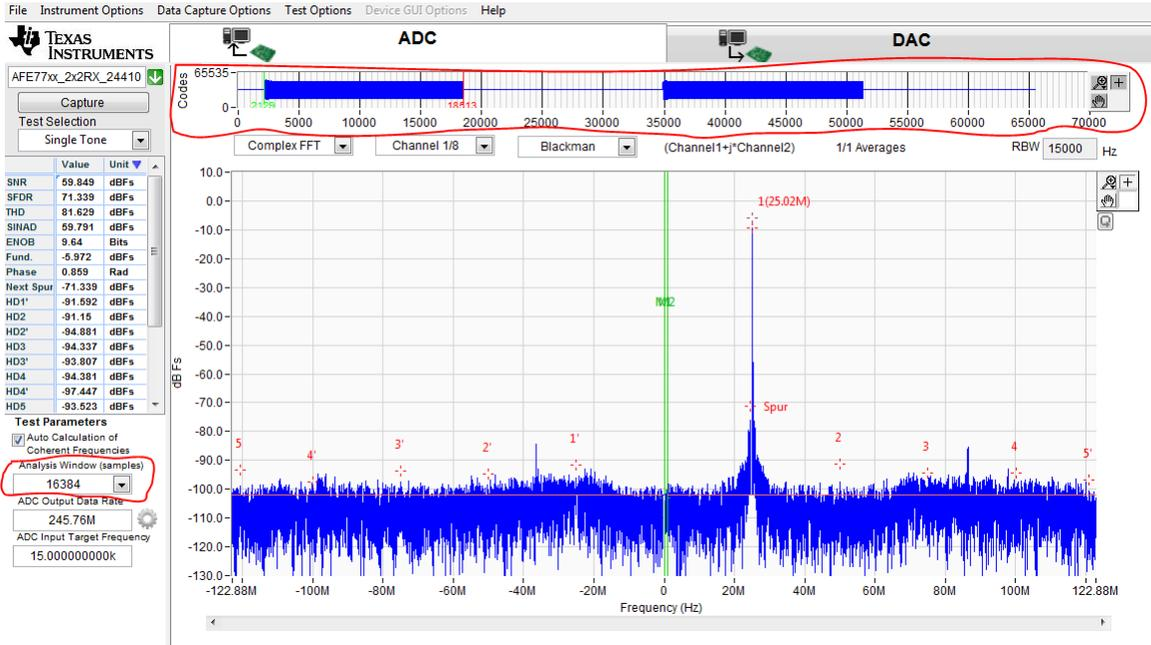

图 4-4. TDD 模式下的接收器 ADC 频谱
3. 图 4-4 在“代码”视图中（中用红色圆圈标出的部分），在打开 RX TDD 信号期间，将绿色标记移至数据模式的开头。